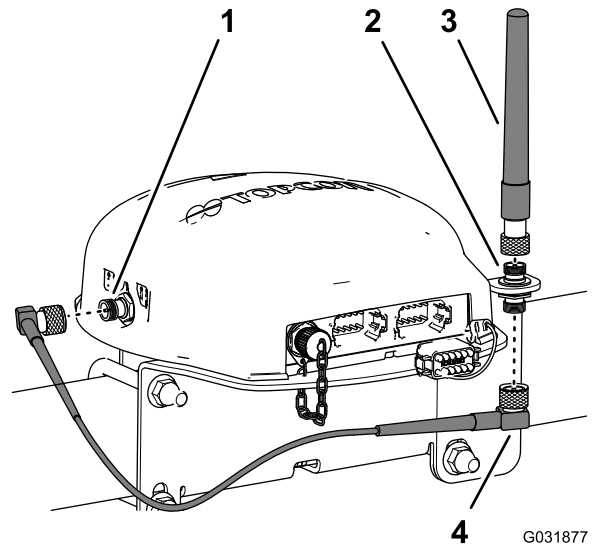

Рисунок 148
3. Подсоедините антенну RTK к верхнему фитингу коаксиального разъема и затяните с рифленую гайку на антенне от руки (Рисунок 148).
4. Подсоедините, не затягивая, кабель антенны к нижнему фитингу коаксиального разъема (Рисунок 148).
5. Проложите кабель вокруг задней части навигационного приемника к коаксиальному разъему сотового модема CDMA или GSM (Рисунок 148).
6. Подсоедините кабель антенны к коаксиальному разъему сотового модема CDMA или GSM (Рисунок 148).